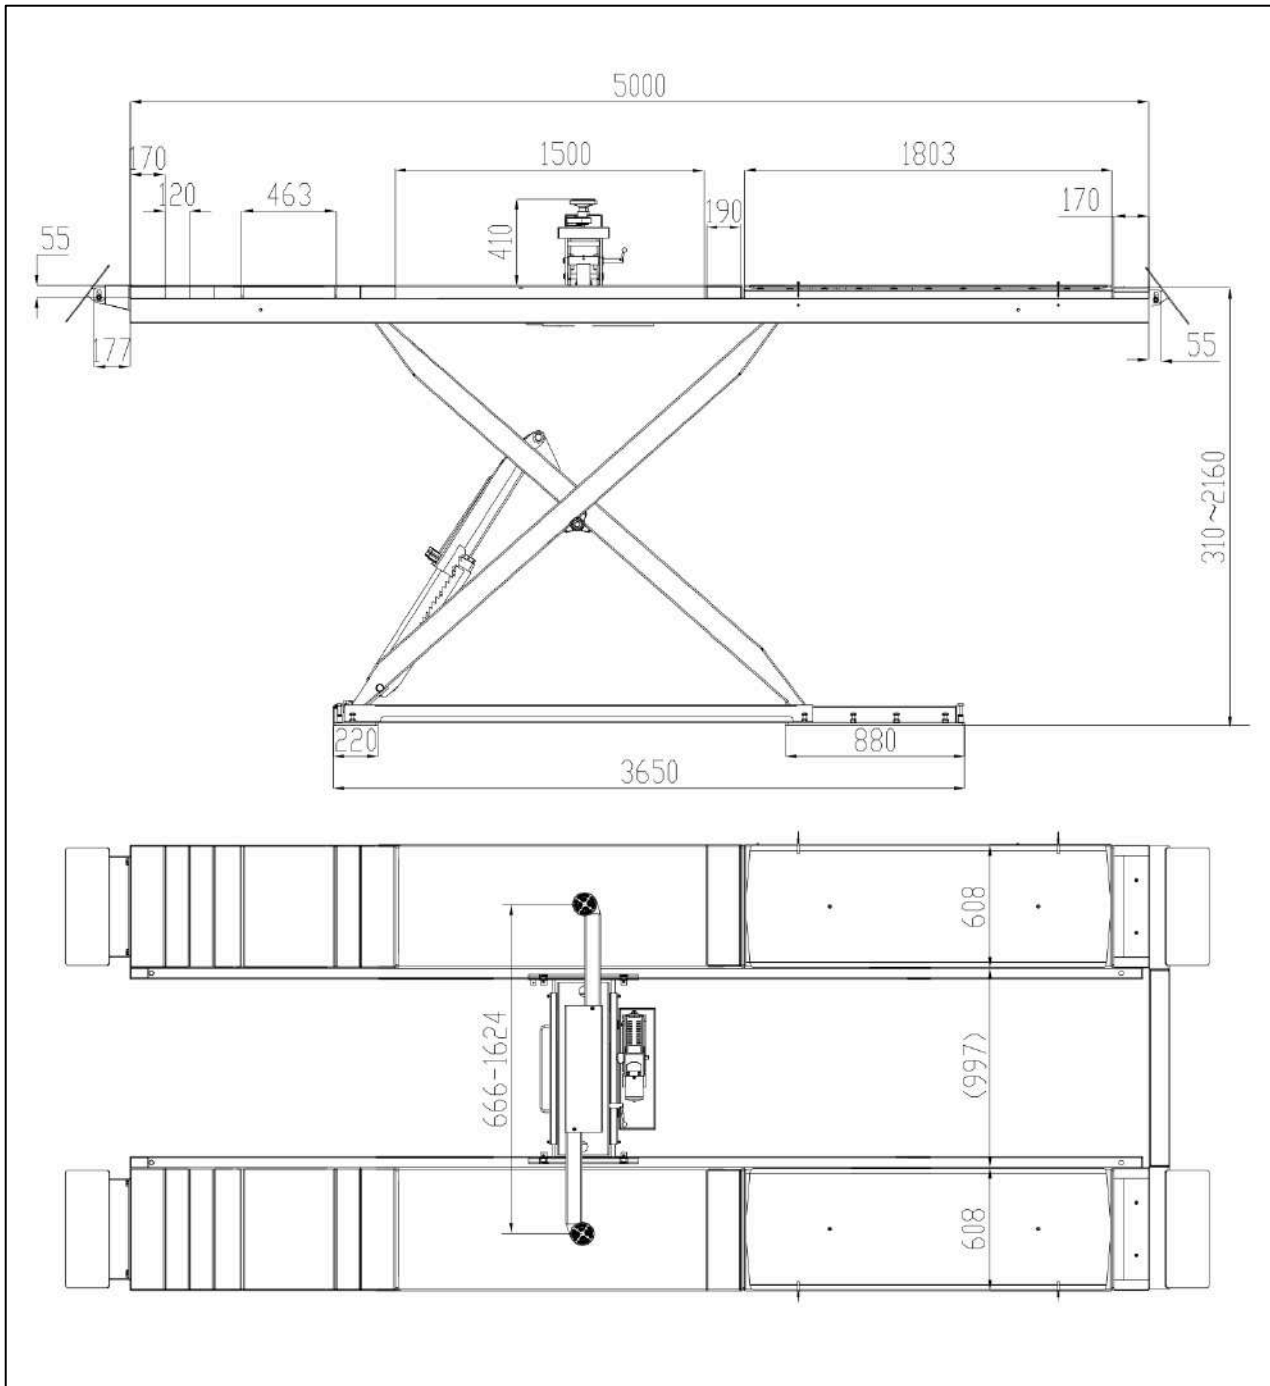
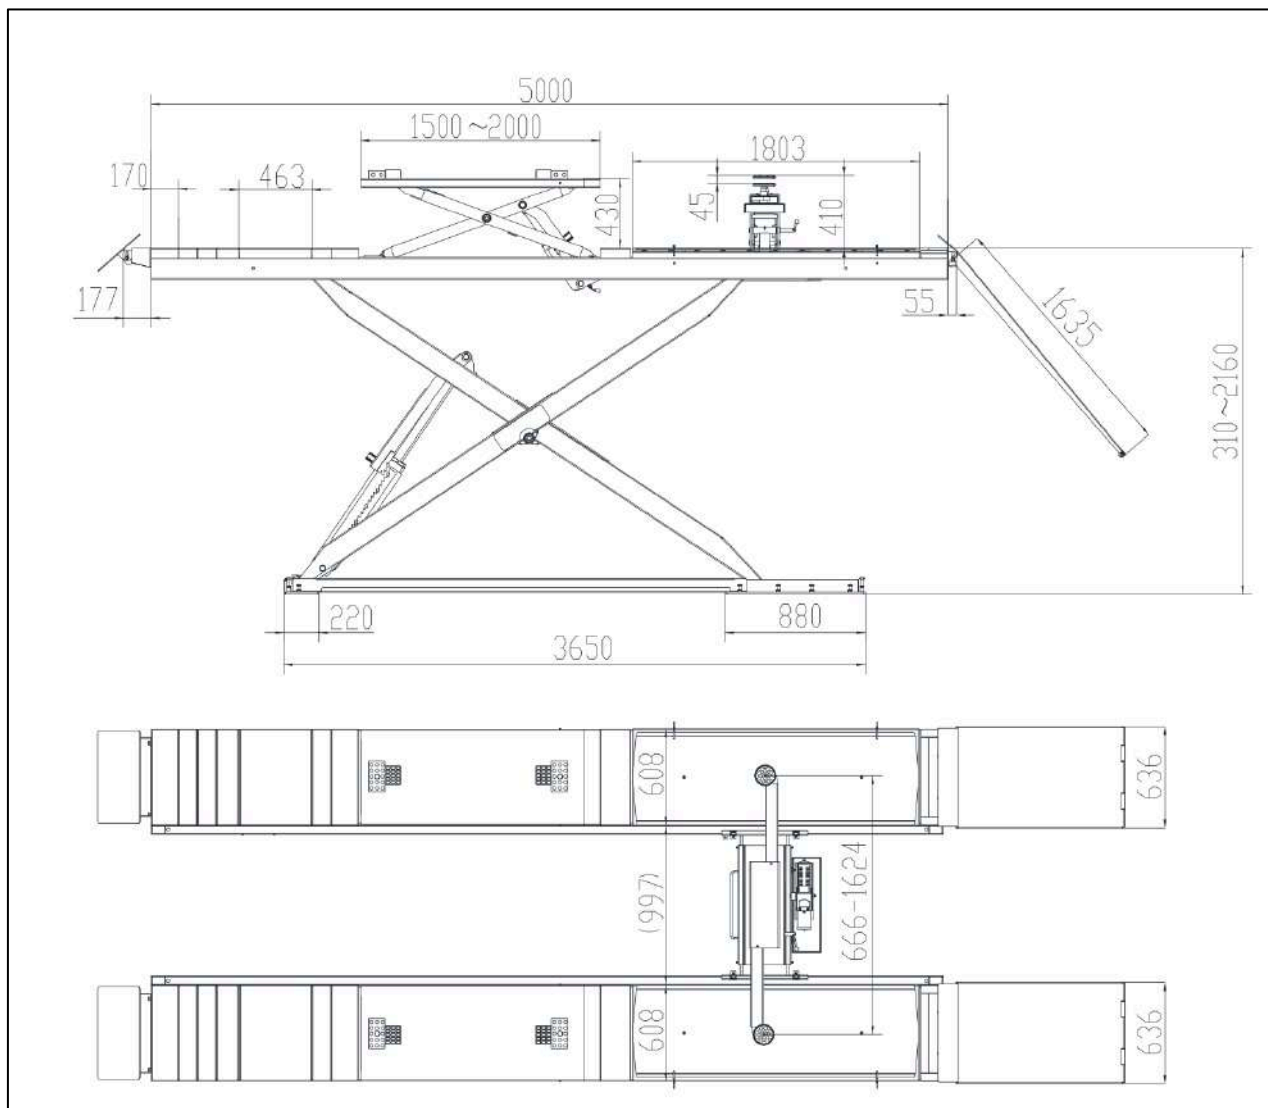

Fig. 3 - Maskinens vägledande mått om nedsänkt i golvet
Fig. 4 - Maskinens vägledande mått vid montering på golv
1. Packa upp lyften och placera den på önskad position på golvet eller i hålen. Transportera varje plattform till monteringspositionen med lämplig lyftutrustning som t.ex. gaffeltruck med en minimumkapacitet på 1600kg. Observera att avståndet mellan saxarna ska vara som visat i fig. 3 eller 4 på sida 7 och 8. Om du kikar på fig. 4 längre ner på sidan kan du se att "P1" ska vara den vänstra saxen. På "P1" sitter reflexen till fotosensorn på sidan med möjlighet för montering av centerdomkraft. På "P2" sitter själva fotosensorn innerst och de kan därför träffa varandra.